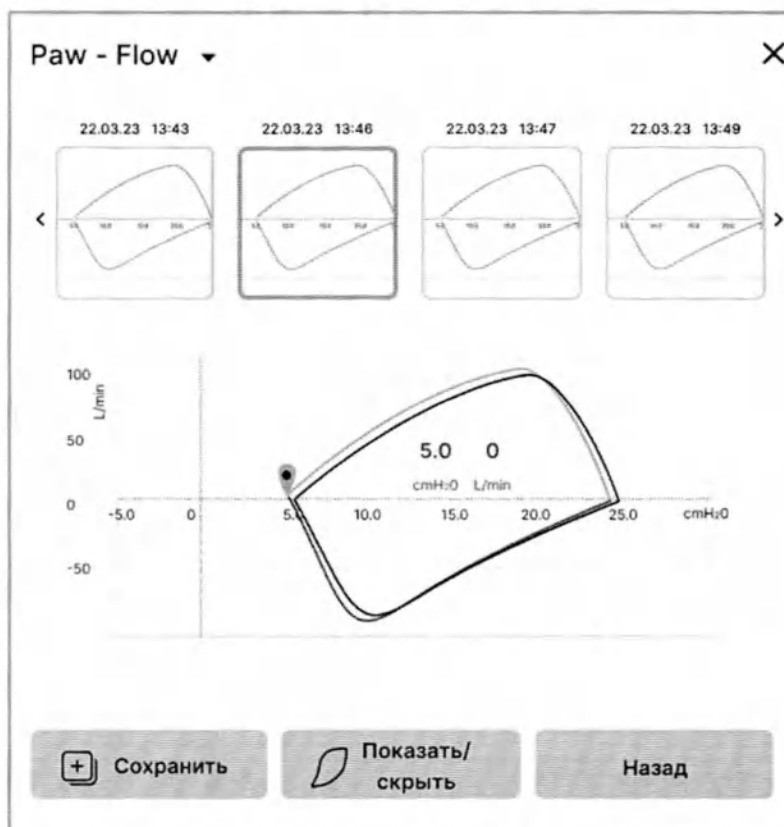

Рисунок 7.9 – Остановка («заморозка») петли
- 1 Нажмите на кнопку  и проконтролируйте, что прорисовка текущей петли остановилась, в поле петли появился маркер и числовые значения параметров, соответствующие положению маркера (см. рисунок 7.9).